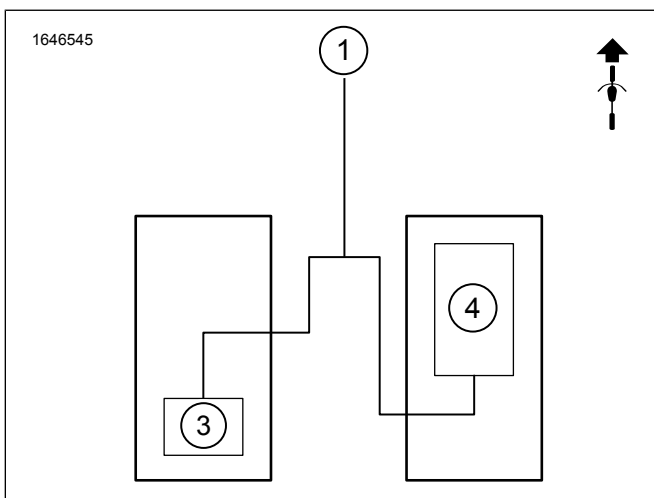
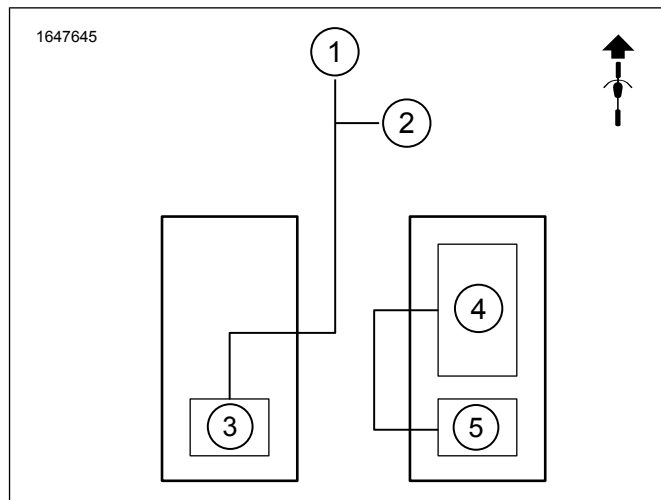
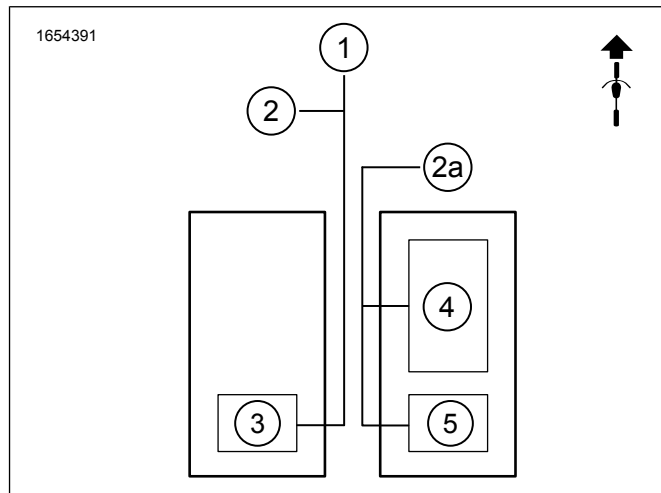
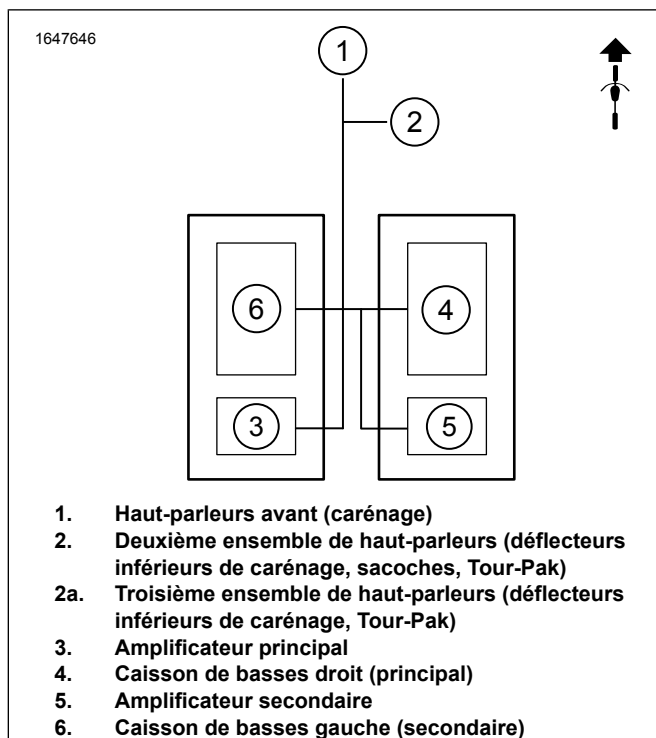

Figure 3. Caisson de basses simple, amplificateur unique, deux haut-parleurs
Figure 4. Caisson de basses simple, deux amplificateurs, quatre haut-parleurs
Figure 5. Caisson de basses simple, deux amplificateurs, six haut-parleurs
Figure 7. Caisson de basses double, deux amplificateurs, quatre haut-parleurs
Consulter Figure 3, Figure 4 et Figure 7 et Figure 5. Les systèmes de caisson de basses nécessitent deux canaux de l'amplificateur (les amplificateurs ont quatre canaux); par conséquent, l'installation de kits de caisson de basses principal et secondaire peut uniquement fonctionner avec des systèmes de deux ou quatre haut-parleurs. Les systèmes à six haut-parleurs ne fonctionneront qu'avec le kit de caisson de basses principal.
- a. Voir la Figure 3. Pour une configuration à un seul haut-parleur de graves, un seul amplificateur et deux haut-parleurs. Le connecteur du faisceau devra être recâblé. Reportez-vous à Recâbler le faisceau 69203031. Le fait de ne pas recâbler le connecteur entraînera un non fonctionnement de l'audio.
- b. Connecteur de faisceau d'amplificateur principal [351A] (sortie audio). Voir la Figure 3. **Équipé d'un caisson de basses simple, d'un amplificateur unique et de deux haut-parleurs.**
- c. Connecteur de faisceau d'amplificateur secondaire [352A_1] ou [352A_2](sortie audio). Voir la Figure 4. **Équipé d'un caisson de basses simple, de deux amplificateurs et de quatre ou six haut-parleurs.**